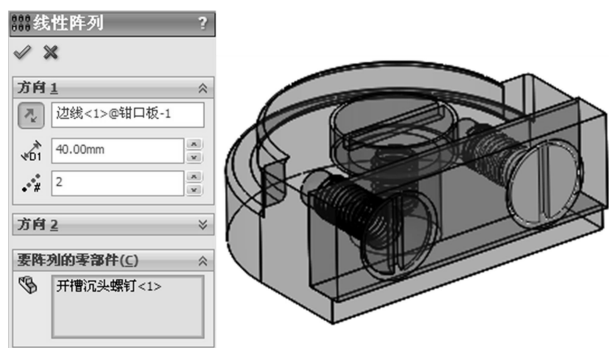

图 7-49 线性阵列开槽沉头螺钉
- 12 选择开槽沉头螺钉作为要阵列的零部件，在输入阵列距离及阵列数量后，单击属性面板中的【确定】按钮，完成零部件的阵列，如图 7-49 所示。